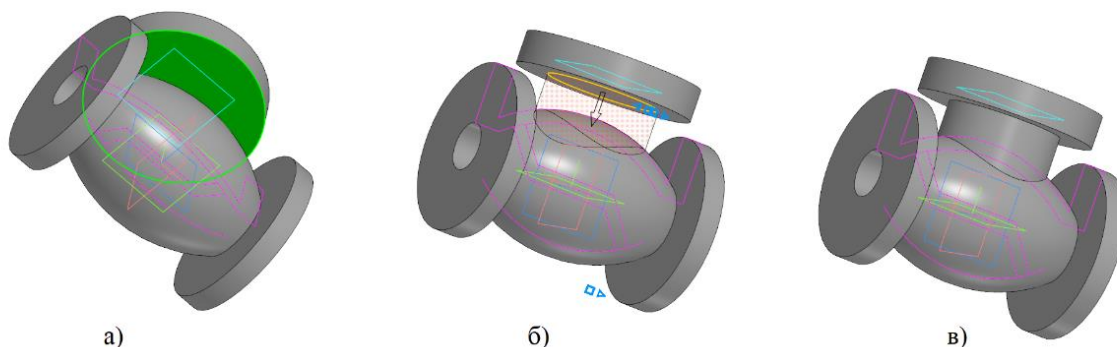

Рисунок 16 – Создание модели крана
7. Полученную заготовку фланца нужно соединить с основной частью модели. Выделите поверхность нижнего основания фланца (рисунок 16а).